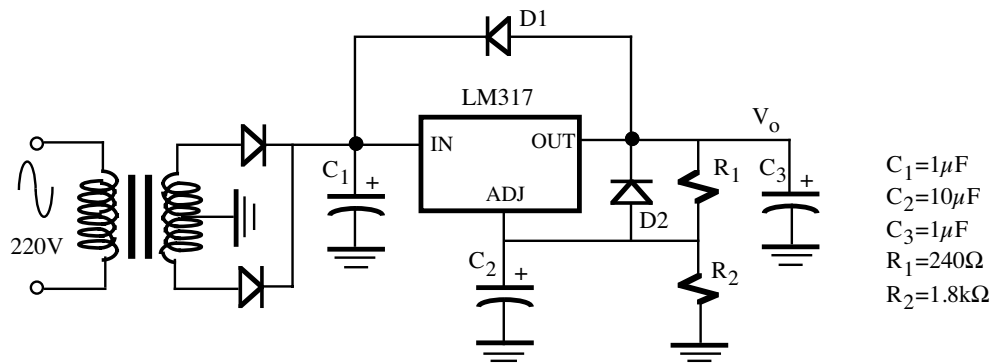

Figura P11.7
- P11.7** En la figura P11.7 se presenta un circuito práctico que utiliza el regulador de tensión LM317 para proporcionar una tensión de salida V_o . Los condensadores C_1 , C_2 y C_3 eliminan la presencia de rizado y los diodos D_1 y D_2 son de protección del regulador y que en condiciones normales están a corte. Determinar la tensión de salida de este circuito.